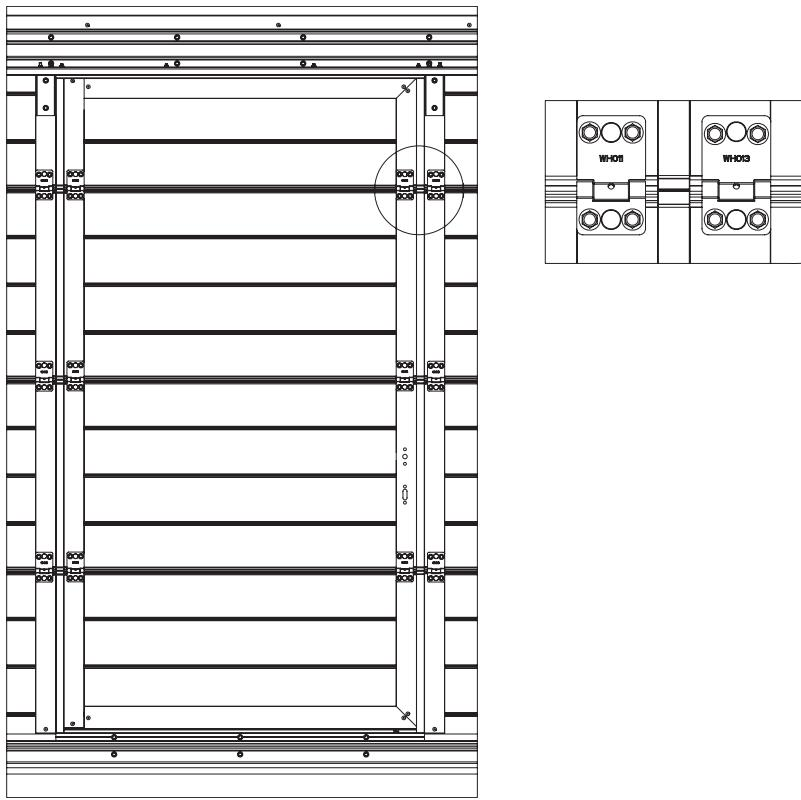

Рис. 31
- установить на обрамление калиточного проема и полотно калитки петли и закрепить их самонарезающими винтами 6,3×16. Расположение петель калитки указано на рис. 31.